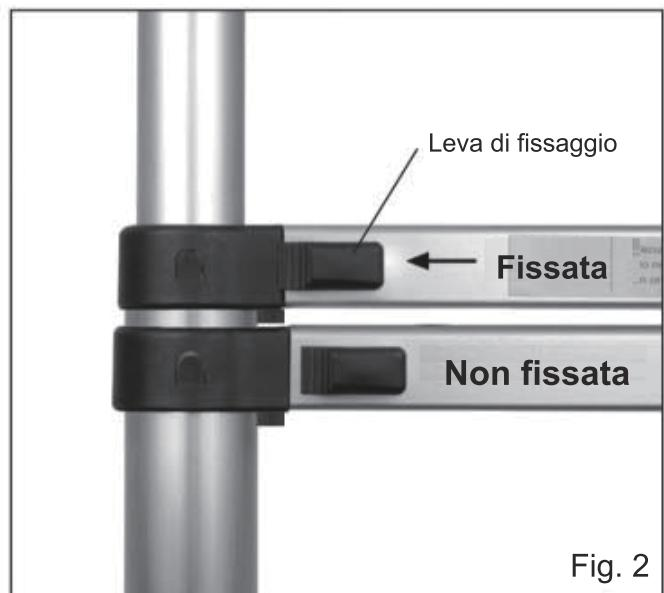

Fig. 2
- Se la leva è diretta verso la scala, il meccanismo è fissato. Se la leva è diretta in direzione opposta alla scala, il meccanismo NON è fissato (fig. 2).